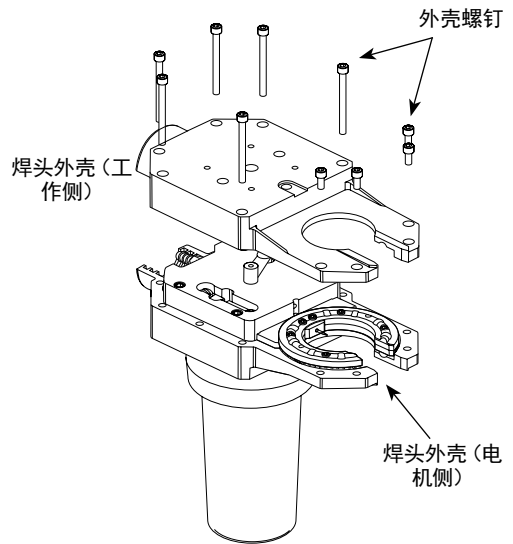

图 32 拆卸焊头外壳的锁环侧
5. 拆下外壳上的焊头外壳螺钉。轻轻摇晃来小心地把焊头外壳的锁环侧与电机侧分离。参考图 32。
6. 将焊头外壳分拆成两部分，小心避免损坏内部部件。参考图 32。